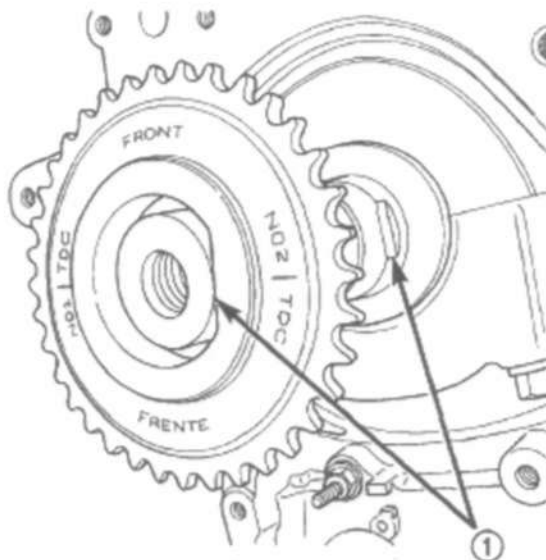

Рис. 118 Центрирование звездочки балансировочного вала относительно коленчатого вала
- (3) Установить крышку шестерен и затянуть крепление из двусторонней шпильки и шайбы моментом 12 Н·м.
- (4) Совместить лыску на ведущей звездочке балансировочного вала с лыской на коленчатом вале (Рис.118).